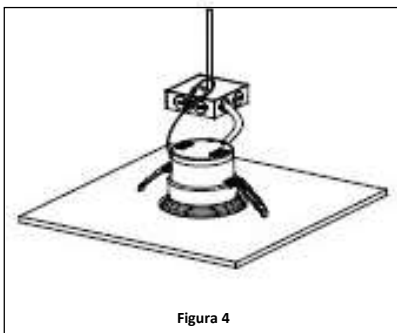

Figura 4
6. Suelta los sujetadores y presiona la lámpara hacia arriba hasta que quede al ras del techo. **Ver Figura 4.**